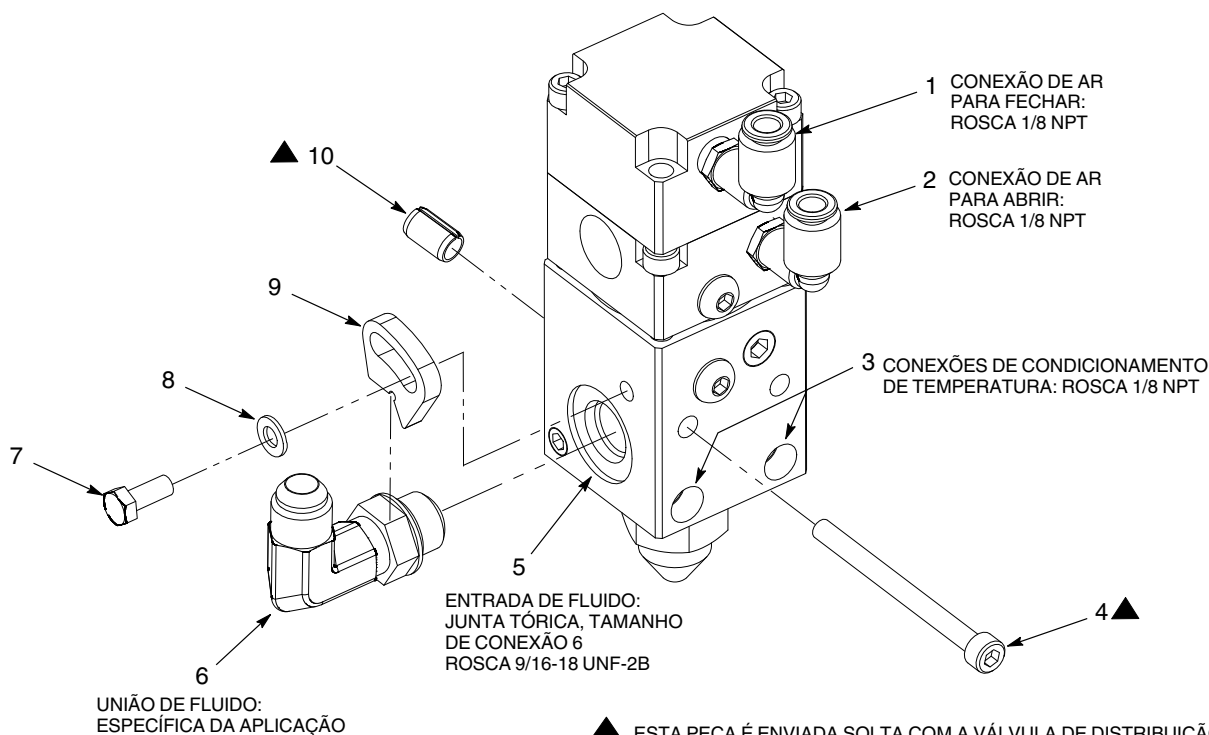

Figura 5 Instalação autônoma típica (está ilustrada a válvula de distribuição XD com condicionamento de temperatura)
- Consulte a figura 5. Insira os pinos de encaixe (10) na válvula de distribuição.
- Monte a válvula de distribuição no dispositivo de fixação aplicável, usando os parafusos (4). Aperte os parafusos com 60 in.-lb (6,7 Nm).
- Remova, da válvula de distribuição, o parafuso (7), a anilha (8) e o limitador de rotação (9).
- Monte a união de fluido aplicável (6) na conexão de entrada do fluido (5) e aperte-a bem.
- Monte o limitador de rotação (9) na união de fluido (6) usando a anilha (8) e o parafuso (7). Aperte bem o parafuso.